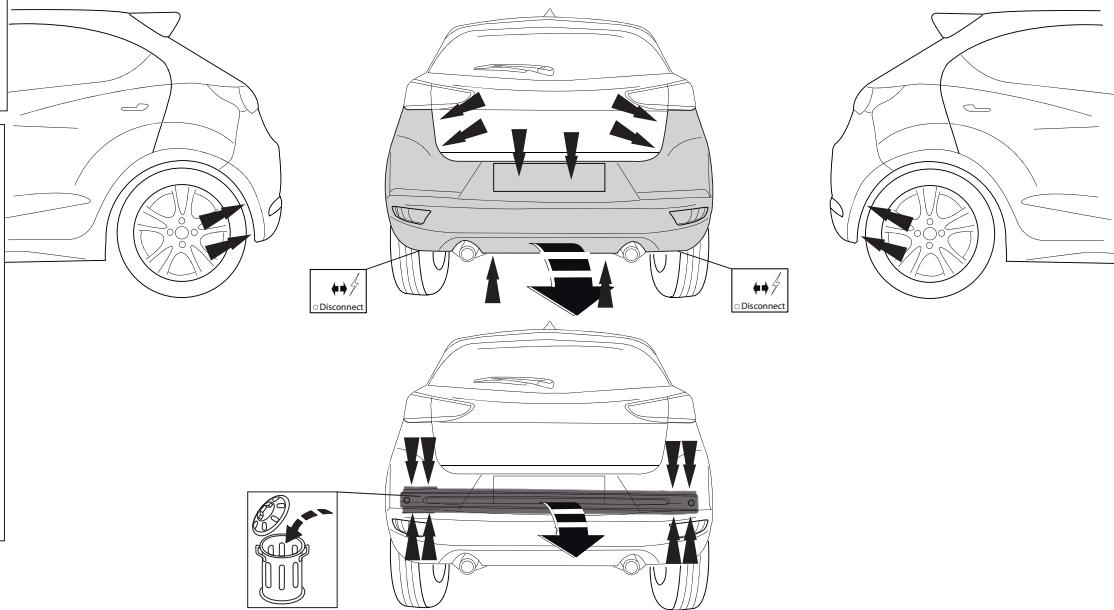

Fig. 1
- Снять оба блока задних фар. Снять бампер вместе со стальным буферным бруском автомобиля. Буферный брус больше не понадобится. Поставить гайки на место. См. рисунок 1.